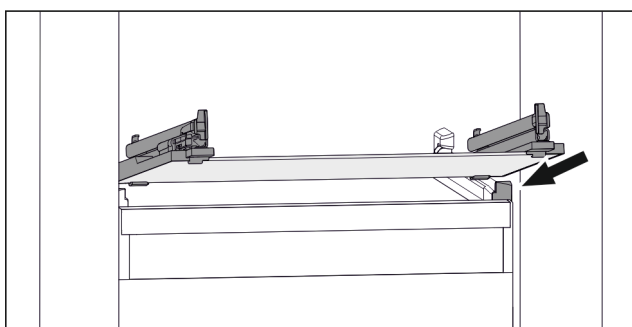

Fig. 103 Příklad znázornění skleněné desky
- ▶ Nasadte skleněnou deskou šikmo za zarážky. (viz Fig. 103)